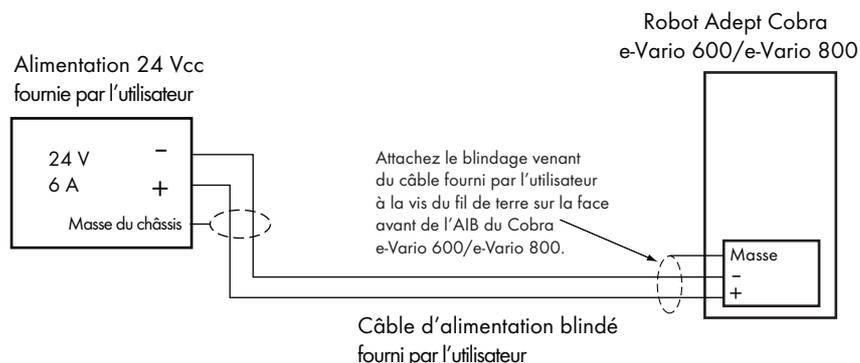

Figure 4.7 : câble 24 Vcc fourni par l'utilisateur
Terminaison du blindage	Blindage torsadé connecté aux deux extrémités du câble. Voir la figure 4.7, page 47 et figure 3.3, page 38 .
1. Branchez une extrémité du câble 24 Vcc blindé sur l'alimentation 24 Vcc fournie par l'utilisateur. Voir la **figure 4.7**. Connectez le blindage du câble à la masse du châssis de la source d'alimentation. Ne mettez pas l'appareil sous tension tant que vous n'y êtes pas invité (voir **chapitre 6**).